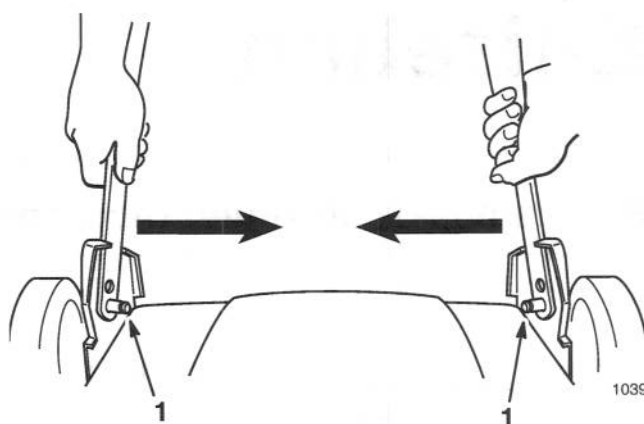

Figure 14
1. Serrer les parties inférieures du guidon l'une vers l'autre pour les dégager des goujons du support (Fig. 14).